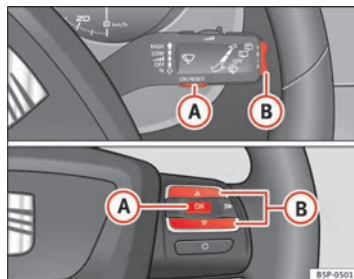

Fig. 40 Teclas basculantes A y B. Mandos en volante.
Si hay que realizar algún servicio próximamente, aparece en el cuentakilómetros un **preaviso de servicio**. Aparece el símbolo de una "llave fija" y la indicación "km" con los kilómetros que aún puede recorrer hasta la fecha del próximo servicio. Aproximadamente transcurridos 10 segundos cambia esta indicación. Aparece el símbolo de un "reloj" y el número de días que faltan hasta la fecha del próximo servicio. En la pantalla* del cuadro de instrumentos aparece el siguiente mensaje: **SERV. EN ... KM O ... DÍAS**. Transcurridos 20 segundos después de haber conectado el encendido o de tener el motor en marcha, se apaga el mensaje de servicio. También se puede volver a la pantalla normal pulsando el botón de puesta a cero del cuentakilómetros parcial o pulsando la tecla basculante del MFA ⇒ fig. 40 ②).
- Con el encendido conectado, pulse brevemente la tecla ⇒ **página 65, fig. 40 A** de la palanca del limpiacristales para cambiar de una memoria a otra o pulse la tecla **A** de los mandos al volante ⇒ **página 65, fig. 40**.